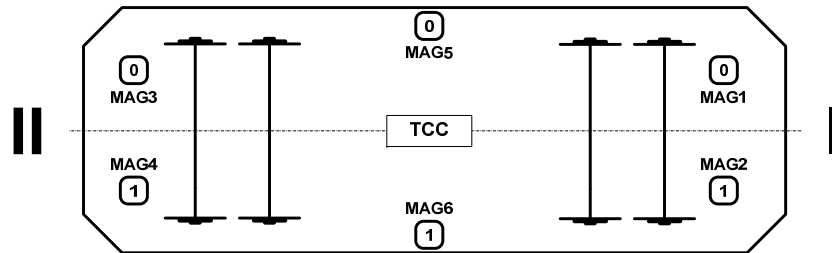

Abbildung 1 Ausrüstung mit einem TCC und optionaler BA-Umschaltung
- In der Abbildung 1 können die Empfänger der MAG Anschlüsse 3 und 4 alternativ auch wegfallen. In diesem Fall sind die Empfänger der MAG Anschlüsse 1 und 2 zwischen die Drehgestelle zu platzieren.